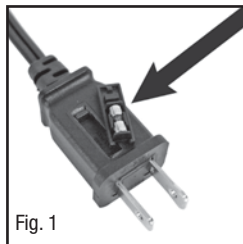
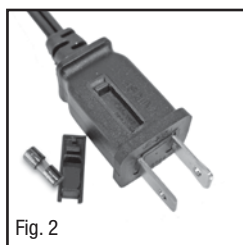

Fig. 1
Fig. 2
2. Si su ventilador pierde potencia y sospecha que el fusible de su ventilador se ha fundido, debe primero retirar el sujetador del fusible de repuesto adjunto al cable de corriente (Fig. 1). Retire el fusible de repuesto del sujetador de plástico y déjelo a un lado (Fig. 2).
- Acomode la parte inferior del Poste de Metálica del Ventilador (A) en el hueco circular en la base del ventilador (Fig. 2).
- Alinee los 3 agujeros de los tornillos en la base del Poste de Metálica del Ventilador (A) con los 3 agujeros en la base.
- Asegure el Poste de Metálica del Ventilador a la base insertando y apretando los 3 tornillos en los 3 agujeros en la parte inferior de la base (Fig. 2).